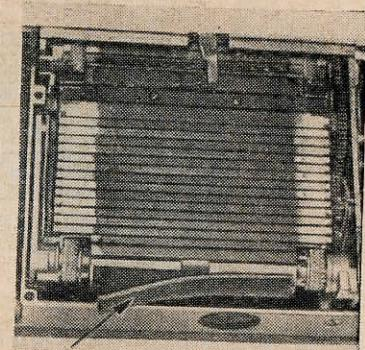

Рис. 127. Отклеилась кожа натяжного барабана
**Шторка затвора работает с перебоями: застrevает, дает неточные скорости. Причина — отклеилась кожа от барабана шторки (рис. 127).**